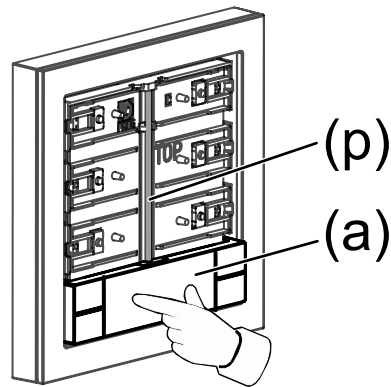

Figura 7: Pressione del centro del copritasto
- Inserire il copritasto (a) sull'asse (p) premendo il centro del copritasto (a) (campo di etichettatura) (Vedi figura 7).
Il copritasto (a) si innesta sull'asse (p) (Vedi figura 7).